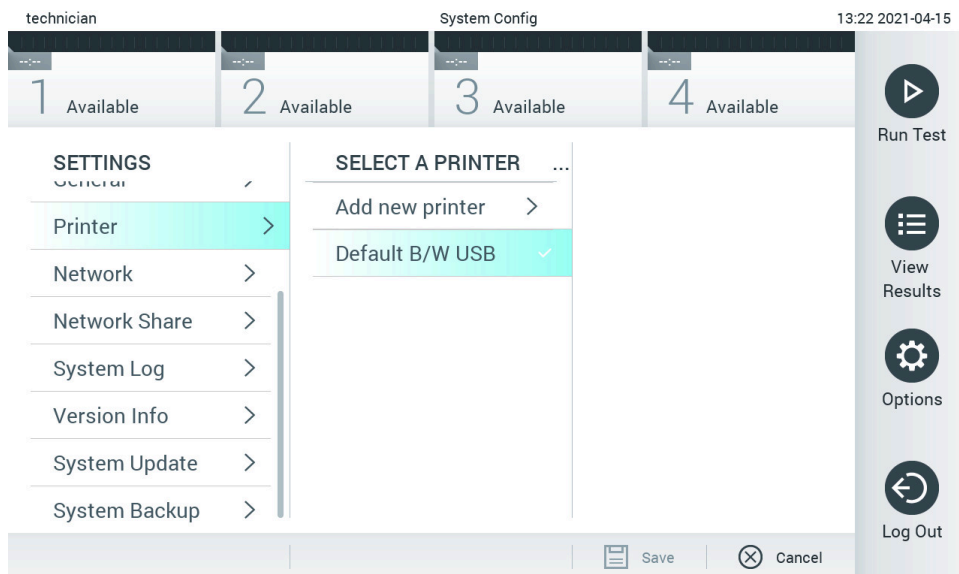

Bild 74. Välj en systemskrivare.
3. Välj en skrivare från listan med tillgängliga skrivare (bild 74).